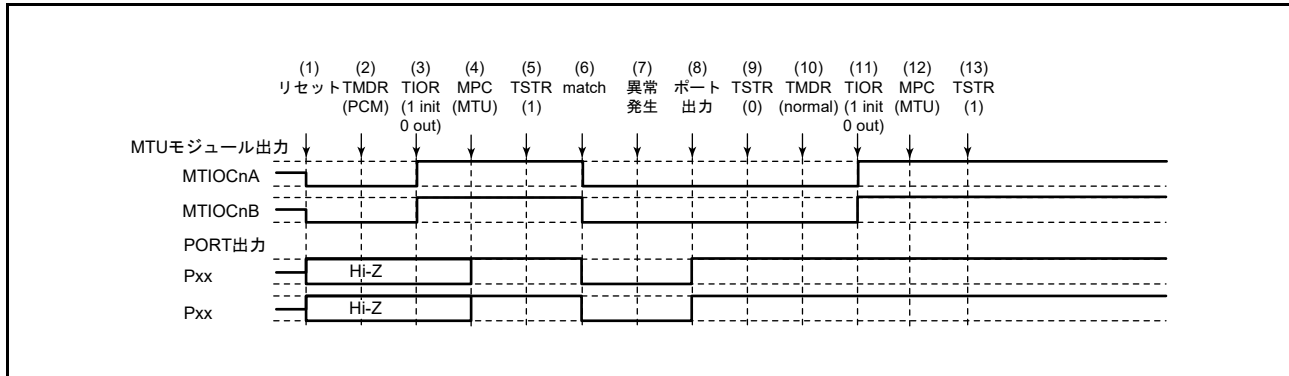

図 22.143 位相計数モードで異常が発生し、ノーマルモードで復帰する場合
位相計数モードで異常が発生し、再設定後ノーマルモードで再スタートする場合の説明図を図 22.143 に示します。
(1) ~ (9) は図 22.143 と共通です。
(10) PWM モード1を設定します。
(11) TIOR レジスタで端子を初期化してください。なお、PWM モード1では MTIOCnB (MTIOCnD) 端子に波形が出力されません。出力すべきレベルがある場合は、I/O ポートのポート方向レジスタ (PDR)、ポート出力データレジスタ (PODR) で汎用出力ポートの設定をしてください。
(12) MPC と I/O ポートのポートモードレジスタ (PMR) で MTU 出力としてください。
(13) TSTR レジスタで再スタートします。
(10) PWM モード2を設定します。
(10) 位相計数モードで再スタートする場合には必要ありません。
(11) TIOR レジスタで端子を初期化してください。